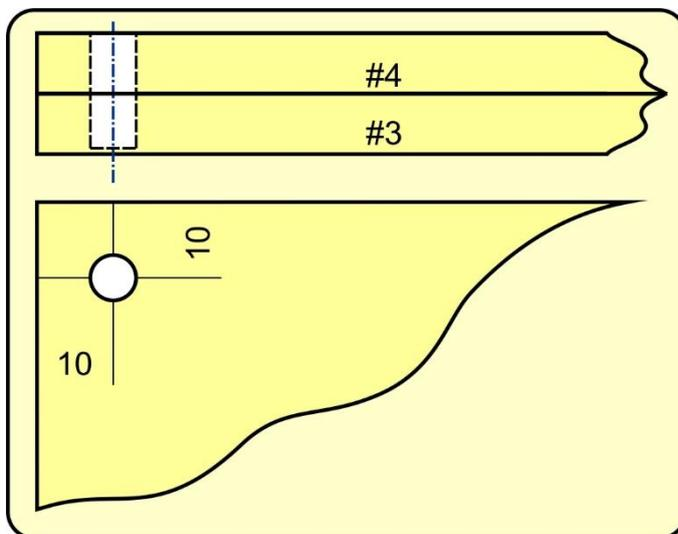

Abbildung 5: Bohrungen Platte 3 und 4
8. Platte 3 und 4 deckungsgleich fixieren. 6mm -Löcher an den Ecken gemäß Abbildung 5 bohren, Platte 3 nicht ganz durchbohren. Die Lage der Platten an den Sägekanten markieren, damit man sie später wieder genauso zusammenfügen kann.